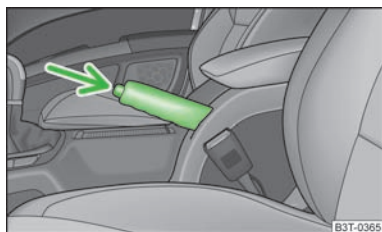

Fig. 116
- Tirez légèrement le levier de frein à main vers le haut et enfoncez **en même temps** le bouton de verrouillage » fig. 116.